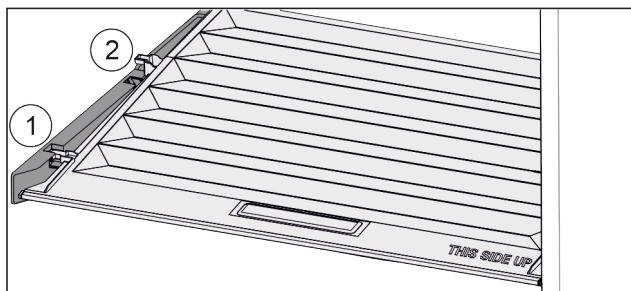

Fig. 54
- ▶ Veko potiahnite dopredu až k otvoru v prídržných dieloch Fig. 54 (1).
- ▶ Vzadu ho nadvihnite zospodu a zložte smerom nahor Fig. 54 (2).